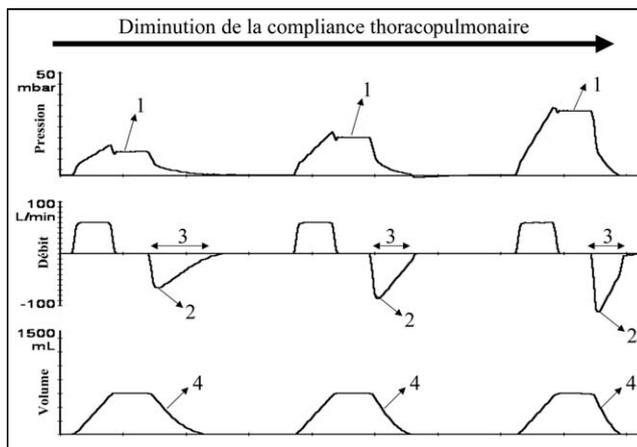

Fig. 6 Courbes de pression, de débit et de volume en fonction du temps lors d'une diminution de la compliance thoracopulmonaire
- diminution de la compliance thoracopulmonaire (Fig. 6).